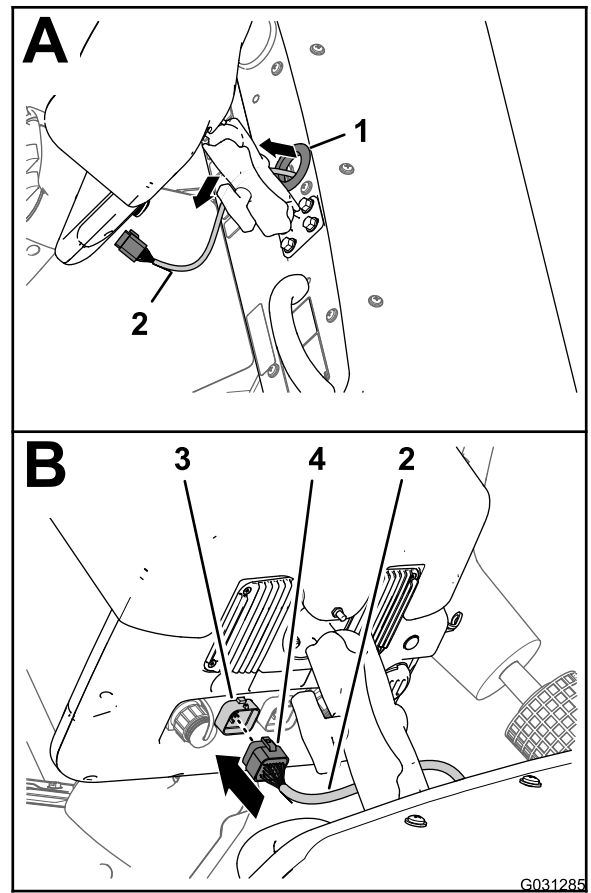

図 168
- データ用ハーネスの 220cm の枝線をダッシュパネルの穴のハトメに通す 図 168。
- データ用ハーネスの 26 ソケットコネクタを、スプレーヤのディスプレイの 26 ピンコネクタに接続する。コネクタ同士をしっかりと押し込んで確実にロックさせること 図 168。